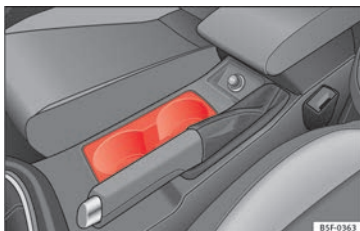

Fig. 159 Consola central: portabebidas delantero.
- Ponga las bebidas en el soporte » **fig. 159**. Se pueden poner dos bebidas. En los revestimientos de las puertas hay la posibili-